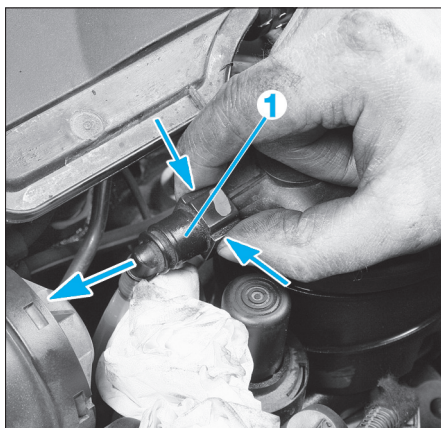

FIG. 31
- Débrancher le tuyau de carburant (1) en appuyant sur les clips de verrouillage de chaque côté (Fig.31).